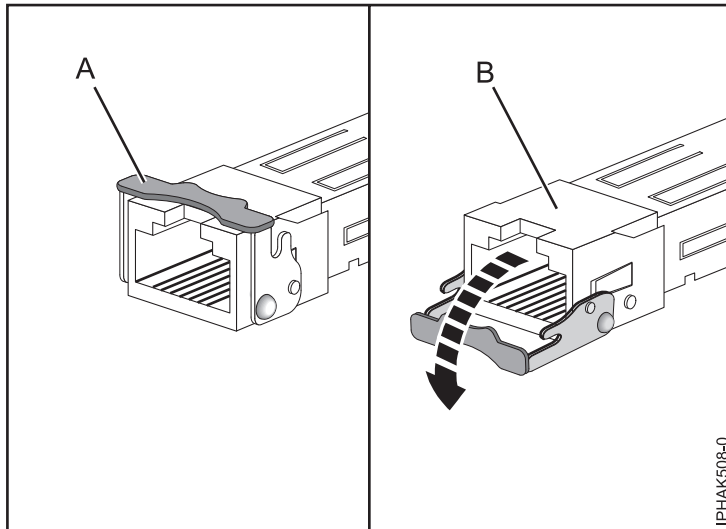

Figura 37. Extracción de los transceptores SFP de los adaptadores
- b. Abra el pestillo (**A**) girándolo hacia abajo y alejándolo de la tarjeta, como se muestra en la Figura 37 en la página 61.